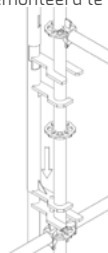

FIG. 3.10
2. Door de buitenpijp van de stijl op te tillen en te draaien, wordt de stijl aan de staander bevestigd, zodanig dat de onderste klem op de bovenste leuning (ligger) van de steiger rust (fig. 3.10).